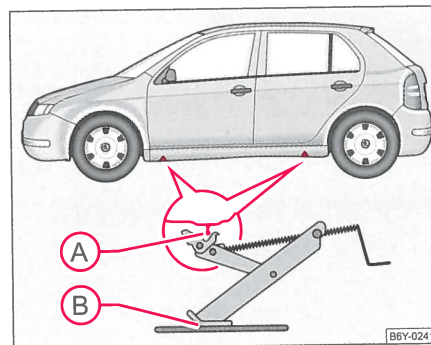

Fig. 161 Hjulskift:
- Donkraften sættes ind i den fordybning på undervangen, som er tættest på det defekte hjul ⇒ side 214, fig. 161.
- Sæt donkraften således, at løftekloen omslutter det lodrette mellemstykke på undervangen (A) og donkraftens underste støtteflade (B) befinder sig på fast grund med hele dens flade.